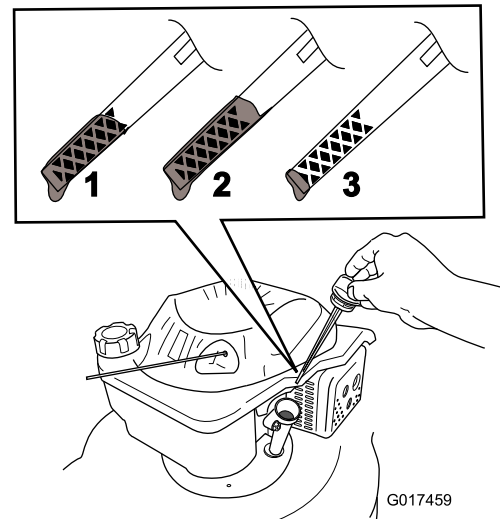

Figure 11
5. Pour déterminer le niveau d'huile correct indiqué par la jauge, voir (Figure 11).
**Remarque:** Versez de l'huile dans le carter moteur jusqu'à ce que la jauge indique le niveau correct, comme illustré à la Figure 11. Si vous remplissez excessivement le carter moteur, vidangez l'excédent d'huile comme expliqué à la section Vidange et remplacement de l'huile moteur.